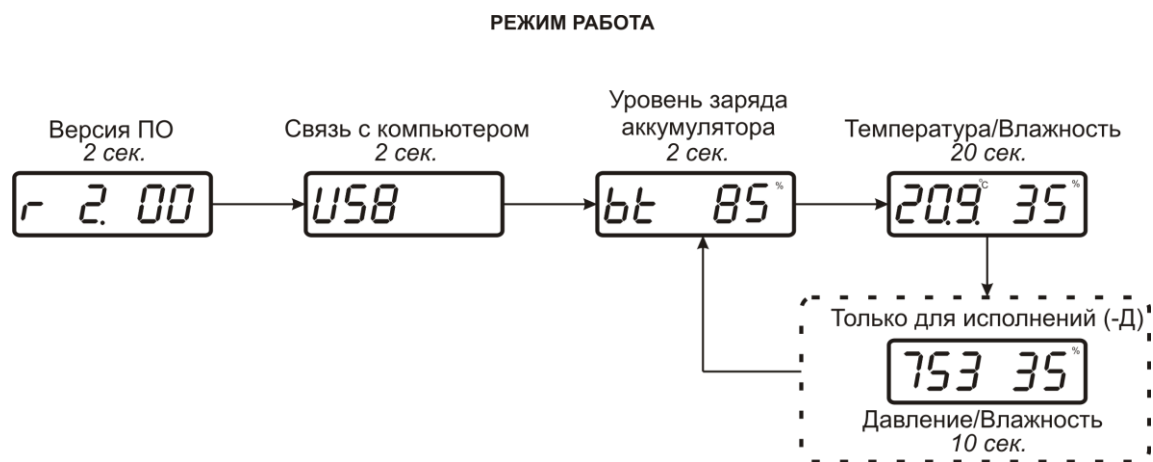

Рисунок 4.1 Индикация измерителей ИВТМ-7 Р-02(-Д) при подключении к компьютеру
- 4.5 При подключении измерителей к компьютеру на экране последовательно индицируются версия внутреннего ПО, надпись «USB» и степень заряда батареи в %, подробнее см. рисунок 4.1.